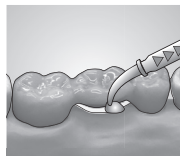

Abb. 5
**Doppelmischtechnik:** **Detaseal® antilock** vor der Abformung in den retentiven Bereichen applizieren (Abb. 5) und abbinden lassen. Vor dem nächsten Schritt auf evtl. Störungen prüfen. Reinigen, trocknen und danach die Doppelmischabformung wie gewohnt durchführen.
**Korrekturtechnik:** Hier kann **Detaseal® antilock** in der Vorabformung eingesetzt werden. Hierzu das Material in den untersichgehenden Bereichen applizieren (Abb. 5) und abbinden lassen. Vor der Korrekturabformung prüfen ob eine störungsfreie Reponierung der Abformung möglich ist. Diese Stellen gegebenenfalls entfernen. Reinigen und trocknen und anschließend die Vorabformung mit Putty durchführen. Bei der noch folgenden Korrekturabformung Materialüberlagerungen vermeiden.